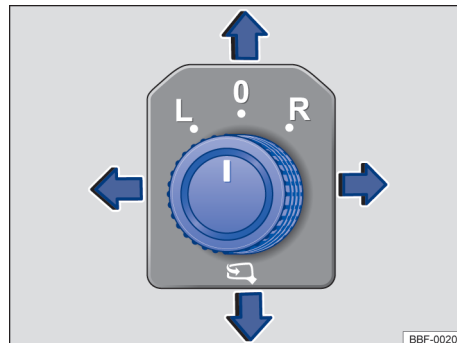

Fig. 81 En la puerta del conductor: mando giratorio de ajuste de los espejos retrovisores eléctricos.
- Girar el mando giratorio en la puerta del conductor hasta el símbolo deseado → fig. 81.